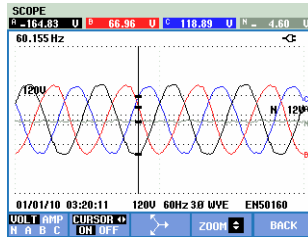

Рис. 22-3 Отображение осциллограмм, курсор и масштабирование включены
- Клавиши со стрелками вверх/вниз служат для изменения масштаба в вертикальном направлении (Рис. 22.3).